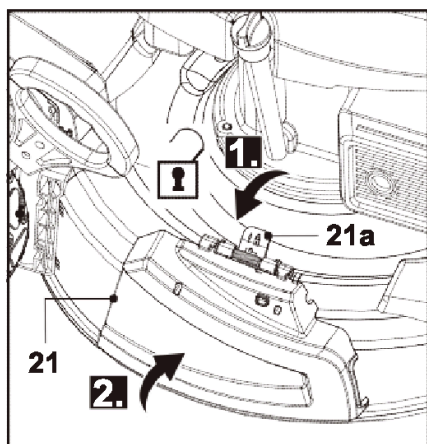

Рис. 18
2. Поверните фиксирующую застежку (21a) вниз и удерживайте, чтобы открыть крышку (рис. 18, пункт 1).
3. Откройте боковую защитную крышку (21) и удерживайте ее в таком положении (рис. 18, пункт 2).